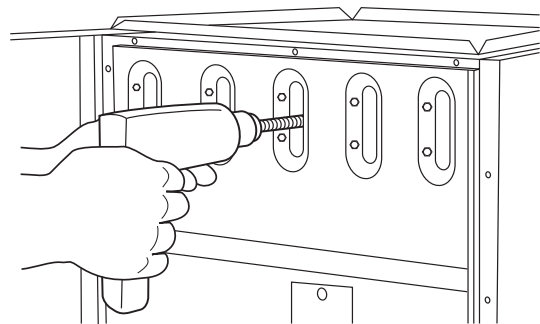

Fig. 49 – Limpieza de la celda del intercambiador de calor
- (2.) Inserte el extremo del cepillo de cable en la abertura de salida de la celda y gírelo lentamente con el taladro. **NO fuerce el cable. Inserte gradualmente el cable en el paso superior de la celda (consulte la Fig. 49).**